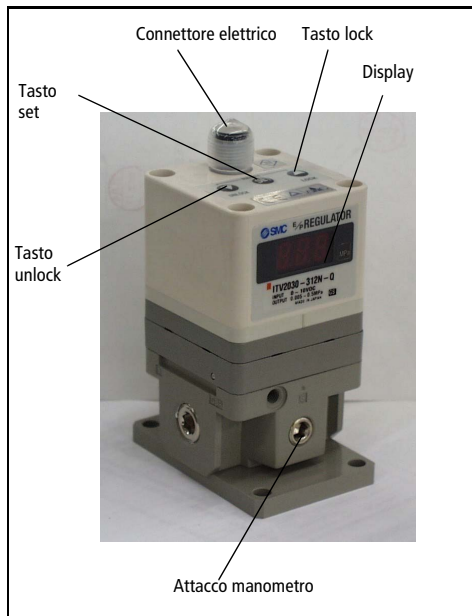

Fig 1
Premere i tasti lock/unlock (Fig 1) contemporaneamente per più di 3 secondi.
- Per impostare la pressione minima (sul display appare F-1) utilizzare i tasti lock/unlock (Fig 1), quindi premere 'Set' (Fig 1) per bloccare l'impostazione.
- Per impostare la pressione massima (sul display appare F-2) utilizzare i tasti lock/unlock (Fig 1), quindi premere 'Set' (Fig 1) per bloccare l'impostazione.
- Per impostare l'uscita del sensore 1 (sul display appare P-1) utilizzare i tasti lock/unlock (Fig 1), quindi premere 'Set' (Fig 1) per bloccare l'impostazione.
- Per impostare l'uscita del sensore 2 (sul display appare P-2) utilizzare i tasti lock/unlock (Fig 1), quindi premere 'Set' (Fig 1) per bloccare l'impostazione.
Se per errore si preme qualche tasto, sul display (Fig. 1) appare la scritta 'Loc'.
- Premere il tasto 'unlock' (Fig 1) per più di 2 secondi.
- Premere il tasto 'Set' (Fig 1) per sbloccare.
Nota: Per cancellare l'operazione, premere di nuovo il tasto unlock (Fig 1).
- Premere il tasto 'lock' (Fig 1) per più di 2 secondi.
- Premere il tasto 'Set' (Fig 1) per bloccare.
Nota: Per cancellare, premere il tasto unlock (Fig 1).
Se il regolatore ITV2000, rileva un'anomalia, sul display (Fig 1), appare Er seguito da un codice. Isolare l'alimentazione, individuare il problema e risolverlo. Ristabilire l'alimentazione di potenza, dopo aver eliminato il guasto.